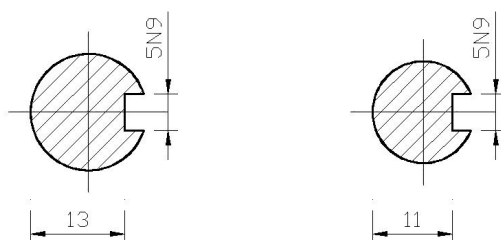

图 2-106 主动轴零件图左右键槽截面标注
(4) 选择“标注”菜单→“线性”命令,对主动轴零件左右键槽截面进行线性标注,如图 2-106 所示。